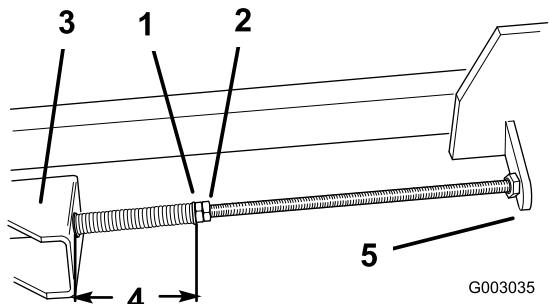

Figura 45
5. Afloje las contratuerzas de las varillas de ajuste para aliviar la tensión de la correa de tracción, luego retire la correa de transmisión desgastada de las poleas (Figura 45).
8. Apriete la contratuerca delantera de cada varilla de ajuste hasta que los muelles estén completamente comprimidos, aproximadamente 12 cm (4-3/4 pulg.) medido entre la arandela y el casquillo, luego desenrosque las contratuercas delanteras una vuelta (Figura 45).
9. Apriete las contratuercas traseras (Figura 45).